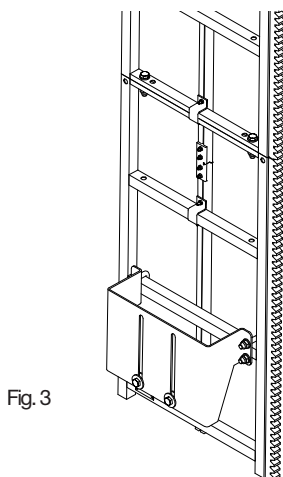

Fig. 3
3. Instalar las plataformas de descanso aproximadamente cada 9 m (ver la Fig. 3 y el plano de instalación).
3. Instalar los descansillos aprox. cada 9 m (ver la Fig. 3 y el plano de instalación).